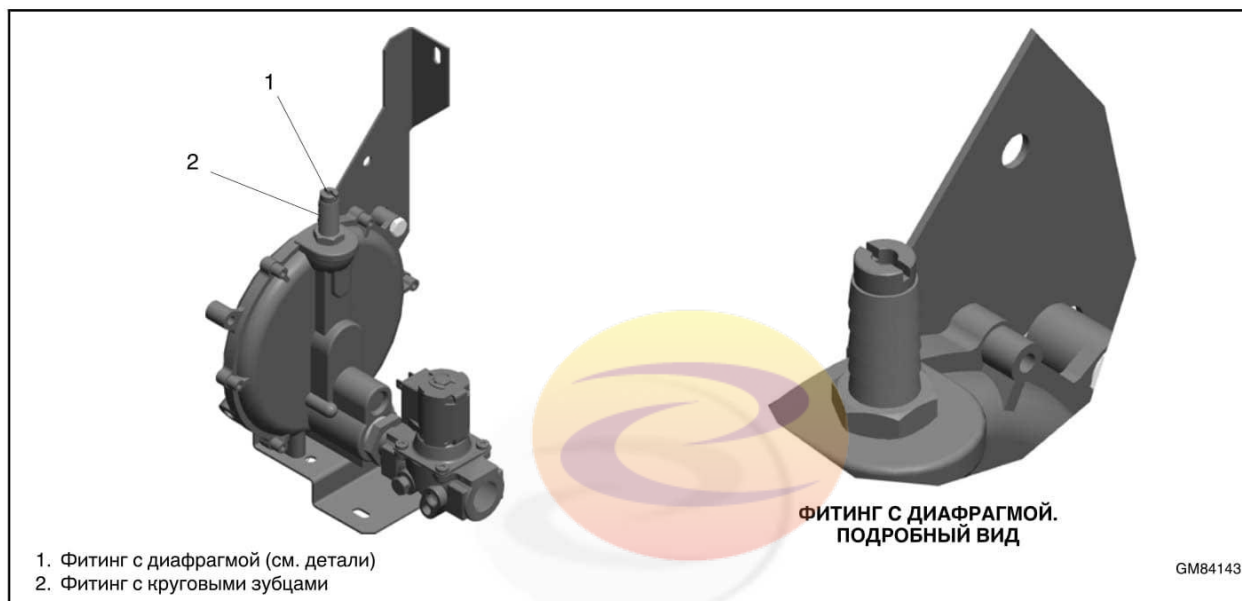

Рис. 1-12 Топливная система RESA14, оборудованная фитингами с диафрагмами (генераторы, произведенные после 26 июня 2014 г.)
6. Для извлечения фитинга с диафрагмой для ПГ воспользуйтесь плоской отверткой. См. Рис. 1-12.